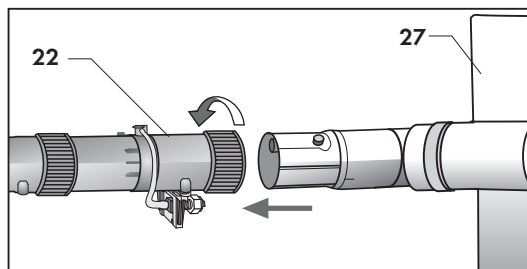

Fig. 23
- inserire la parte terminale femmina del nebulizzatore nella parte terminale della spazzola, ruotando la ghiera per bloccare le due parti (Fig. 23)